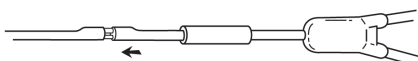

Fig. 5
5. Ωθήστε με απαλές κινήσεις το μικρό και το μεγάλο μεταλλικό σωληνίσκο στους αυλούς του καθετήρα, έως ότου το άκρο του καθετήρα αντικατάστασης βρεθεί σε απόσταση περίπου 3 mm από το άκρο του καθετήρα. (Fig. 5)